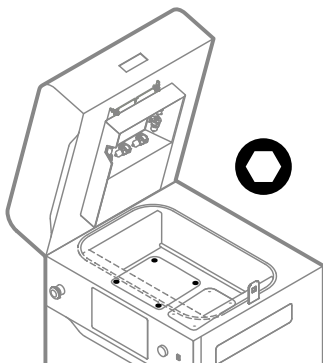

Abb. 12.34 Entferne die Schrauben des Feed Beds ab.
15. Löse mit einem 2,5-mm-Inbusschlüssel die vier Schrauben, mit denen die Abdeckung des Feed Beds befestigt ist, und entferne sie (Abb. 12.34).